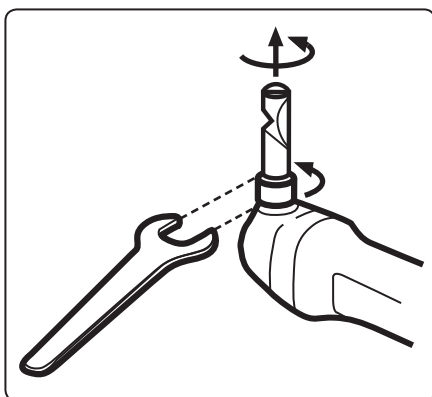

Abb. 3
1. Lösen Sie die Befestigungsmutter der Matrize und drehen Sie die Matrize in die gewünschte Ausrichtung, wie in Abbildung 3 gezeigt.